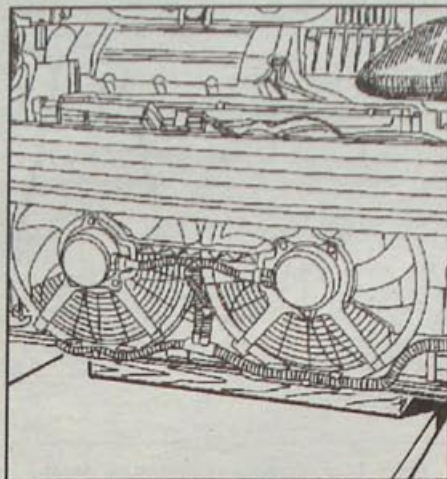

Рис. 1.94. Снятие комплекта элементов системы охлаждения
- Отверните два болта крепления нижнего бачка радиатора на лонжеронах и поднимите автомобиль, чтобы снять комплект элементов системы охлаждения вместе с радиатором (рис. 1.94).